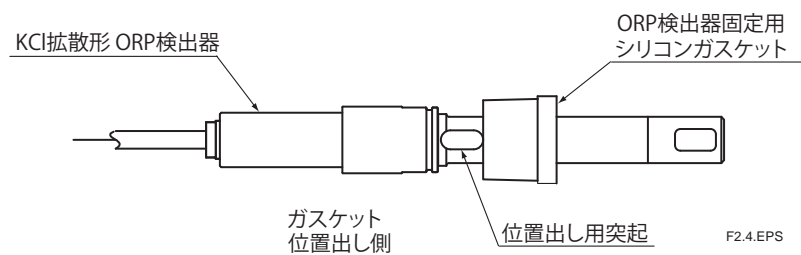

図 2.4
- ・KCl 拡散形 ORP 検出器に、ガスケットを挿入します（図 2.4 参照）。なお、ガスケットは、KCl 拡散形 ORP 検出器の突起部分に突当るまで挿入します。